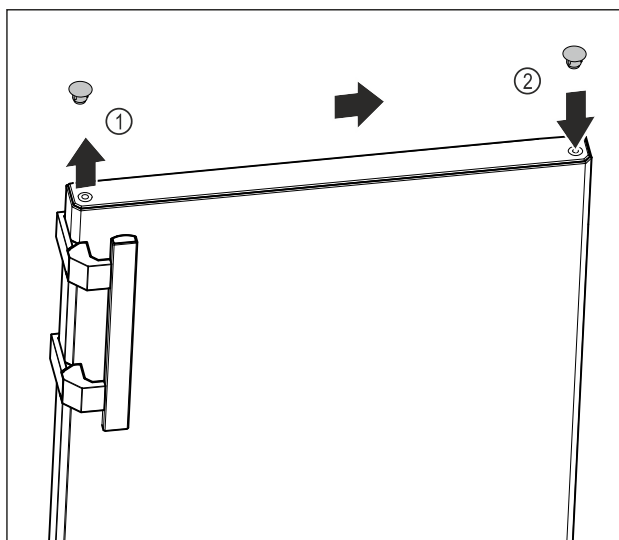

Fig. 9
- ▶ Oprezno podignite pokrovni čep na gornjoj strani vrata Fig. 9 (1) s pomoću križnog odvijača.
- ▶ Umetnite pokrovni čep na suprotnu stranu. Fig. 9 (2)